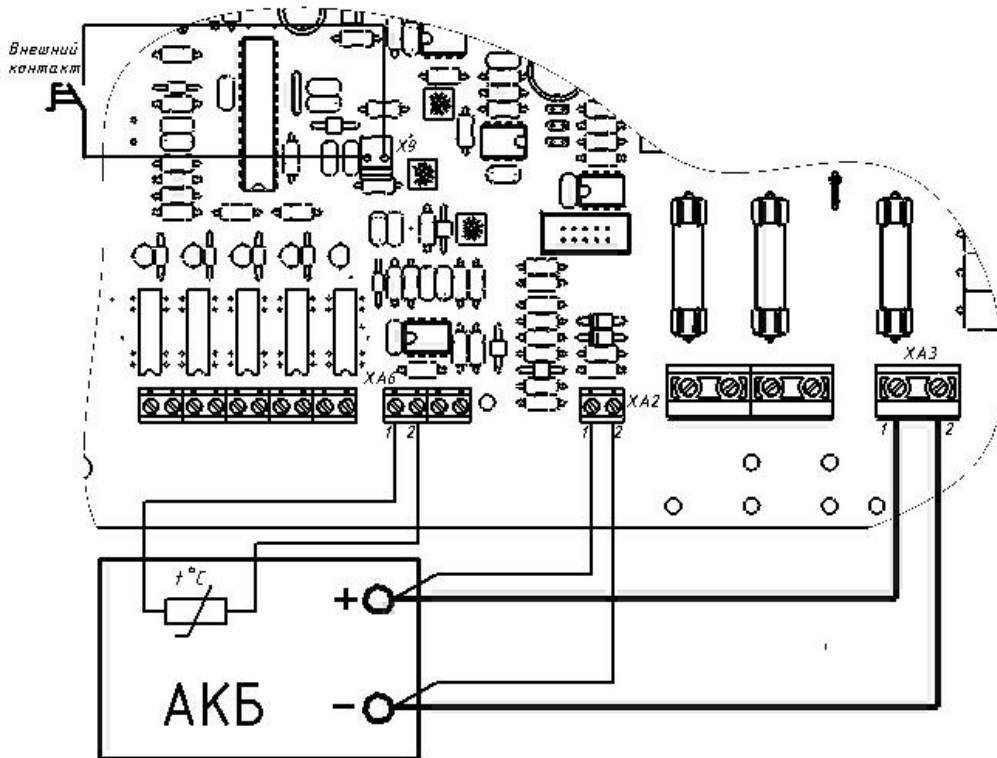

Рисунок 4 – Подключение АКБ, термодатчика и внешнего контакта.
- ♦ При необходимости термокомпенсации напряжения заряда АКБ подключите термодатчик к соответствующим контактам колодки XA6 «Термодатчик». Чувствительный элемент термодатчика закрепите на корпусе АКБ с помощью липкой ленты. Для корректной работы термодатчика необходимо обеспечить плотное прилегание чувствительного элемента датчика к поверхности корпуса батареи (см. рисунок 4).
- ♦ При необходимости, удалите перемычку-заглушку на разъеме X9 и на ее место подключите внешний контакт включения/отключения выхода SA1 (см. рисунок 4).
- ♦ Подключите, **соблюдая полярность**, АКБ номинальным напряжением 12В к источнику (см. рисунок 4):